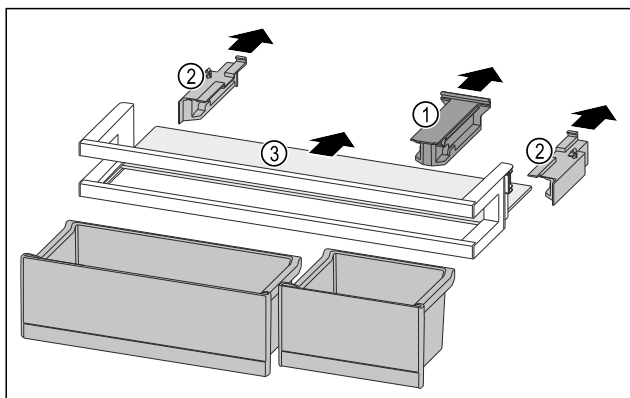

Fig. 215
- Halteteil Fig. 215 (1) abziehen.
- Seitenteile Fig. 215 (2) abziehen.
- Abstellfläche Fig. 215 (3) entnehmen.